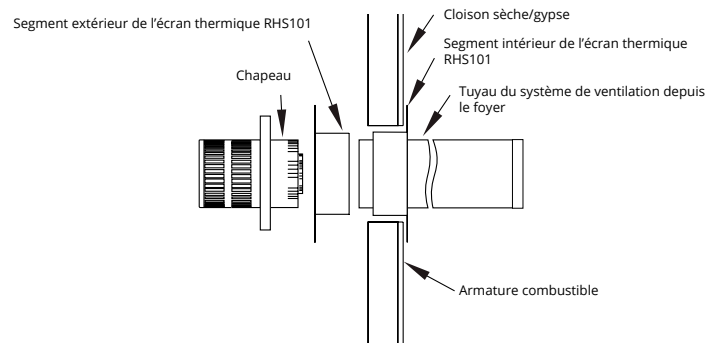

**Figure 15.b** Installation de l'écran thermique RHS8 (Exigences minimales)
Pour installer un écran thermique RHS8, installez une armature dans la construction combustible (figure 15 ci-dessous). Faites glisser l'écran thermique sur le tuyau de ventilation qui se raccorde au foyer. Lorsque le foyer et le tuyau de ventilation sont installés, les dégagements doivent correspondre aux dimensions indiquées dans la figure 15.
**Figure 15.a** Installation de l'écran thermique RHS8. (Installez-le en le glissant sur le tuyau de ventilation à l'endroit où il passe à travers la construction combustible).